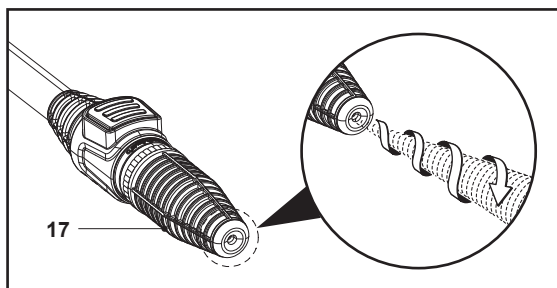

Fig. 10
O bocal turbo (17) roda à medida que pulveriza jatos de água a alta pressão para uma lavagem eficiente (Fig. 10).